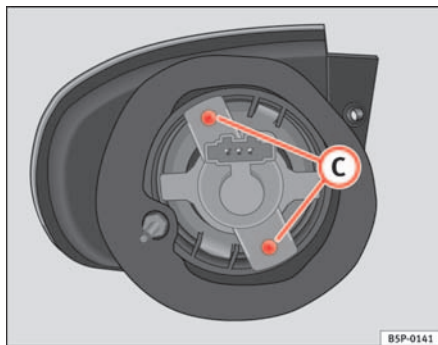

Fig. 190 Indicatore di direzione
- Svitare le viti ⇒ pag. 265, fig. 190 **C** dei portalam-pade e tirare.
- Rimuovere le viti ⇒ fig. 190 **C** dei portalampade e tirare.